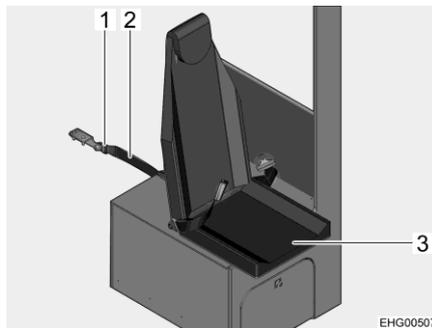

Fig. 18 Bloccaggio del sedile installabile
- Infilare la cintura di ritegno (Fig. 18,2) nella fibbia (Fig. 18,1) sul montante B.
- Ribaltare il piano di seduta (Fig. 18,3).